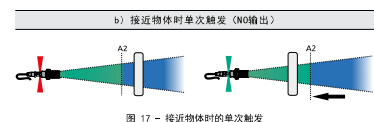

图 17 - 接近物体时的单次触发
- 当物体接近距离（S）小于调整距离（A2）时，输出信号切换。操作原理如图 17 所示。操作时必须实现用户范围的设置：A2 = S，A1 = ∞。